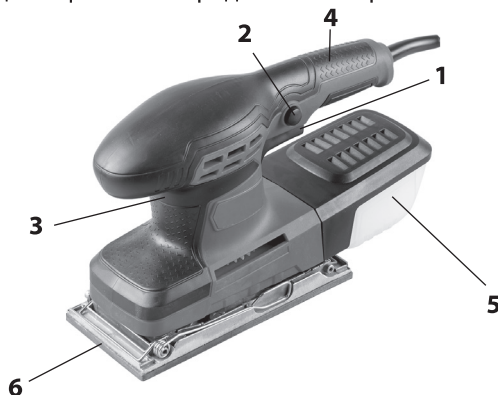

рис.1
1.6 Общий вид шлифмашины представлен на рис.1
1.7 Коллекторный двигатель и вибромеханизм шлифмашины крепятся в пластиковом корпусе (рис.1 поз.3). Крутящий момент якоря электродвигателя преобразуется эксцентриковым механизмом в возвратно-поступательное движение основания с небольшой амплитудой, но высокой скоростью. На подошву основания (рис.1 поз.6), из мелкопористого полимера, крепится абразивный шлифовальный лист. Шлифовальный (полировальный) лист – основной рабочий инструмент шлифмашины.
1.8 Клавиша выключателя (рис.1 поз.1) расположена в нижней части рукоятки (рис.1 поз.4).
Включение шлифмашины осуществляется нажатием на клавишу выключателя указательным пальцем. Фиксация клавиши в рабочем положении, осуществляется кнопкой (рис.1 поз.2), расположенной слева на рукоятке. При повторном нажатии на клавишу, кнопка фиксации (со щелчком) возвращается в исходное положение.